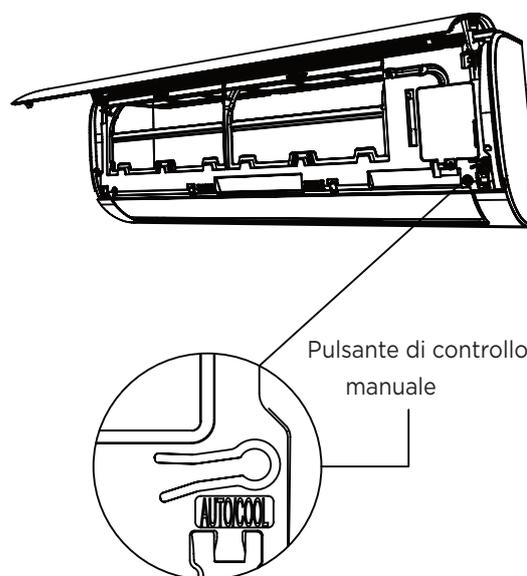

Fig. 8.1
2. Il pulsante **MANUAL CONTROL (CONTROLLO MANUALE)** si trova sul lato destro dell'unità. Premerlo 2 volte per selezionare la funzione COOL (RAFFREDDAMENTO). Vedi **Fig. 8.1**